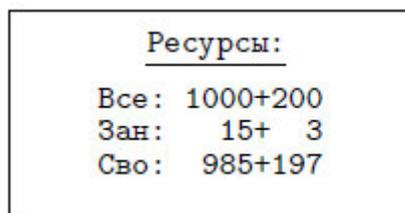

Рисунок 11
3.4.3 «**Ресурсы**» - просмотр имеющихся ресурсов памяти: общее количество записей, число свободных и число занятых мест отдельно по ячейкам и датам (рис. 11).